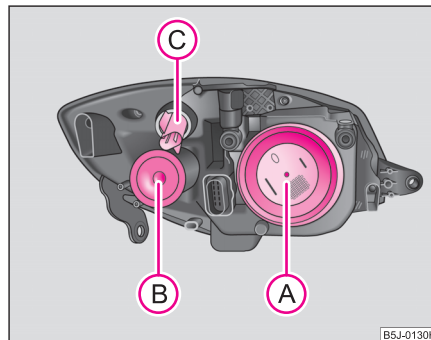

Fig. 183 Faros delanteros: Posición de montaje de las bombillas
Posiciones de las bombillas en el faro delantero ⇒ página 268, fig. 183.
- Quitar la caperuza protectora **(A)** ⇒ página 268, fig. 183.
- Girar el portalámparas **(C)** hacia izquierda ⇒ página 268, fig. 183 y sacar el portalámparas junto con la bombilla.
- Quitar la caperuza protectora (B) ⇒ página 268, fig. 183.